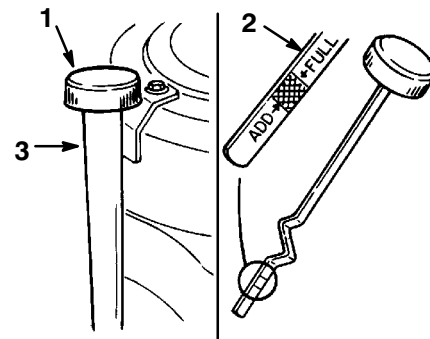

Bild 20
3. Reinigen Sie den Bereich um den Ölpeilstab herum (Bild 20), damit kein Schmutz in den Einfüllstutzen gelangen und so den Motor beschädigen kann.
4. Schrauben Sie den Ölpeilstab los und wischen das Metallende ab (Bild 20).
5. Schieben Sie den Ölpeilstab vollständig in das Einfüllrohr (nicht in das Rohr einschrauben) (Bild 20). Ziehen Sie den Peilstab wieder heraus und kontrollieren das Metallende. Gießen Sie, wenn der Ölstand zu niedrig ist, langsam nur soviel Öl in das Einfüllrohr, dass der Ölstand die "VOLL"-Markierung erreicht.
7. Gießen Sie ca. 80% der angegebenen Ölmenge langsam in das Einfüllrohr (Bild 20). Kontrollieren Sie dann den Ölstand; siehe Prüfen des Ölstands, Seite 25. Gießen Sie langsam Öl ein, um den Ölstand bis zur "VOLL"-Marke am Peilstab zu bringen.